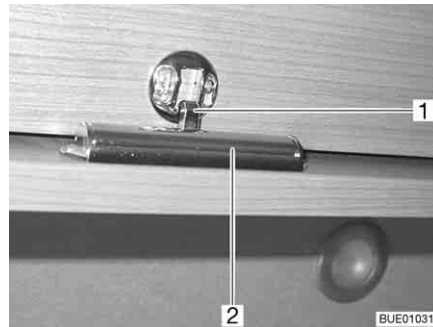

Bild 56 Möbelklappe mit Druckknopf
- Innenteil des Schlosses drücken. Der Druckknopf springt heraus (Bild 56).